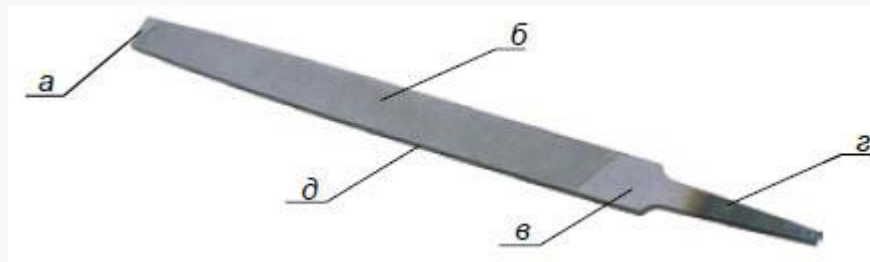

Рис. 1. Строение напильника: а – носок; б – рабочая грань; в – пята; г – хвостовик; д – ребро
**Напильник** – это многолезцовый режущий инструмент, изготовленный из специальной инструментальной стали (рис. 1).